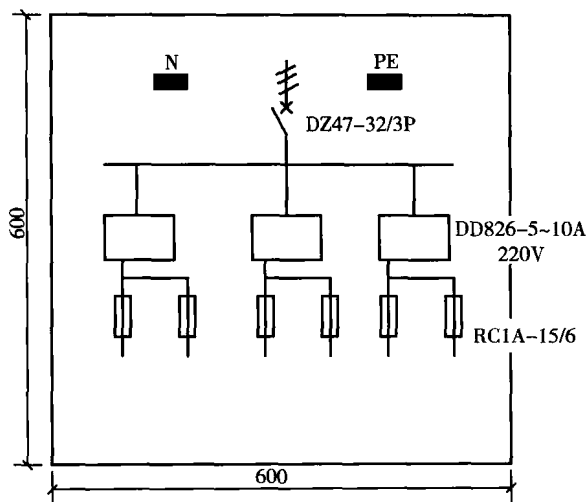
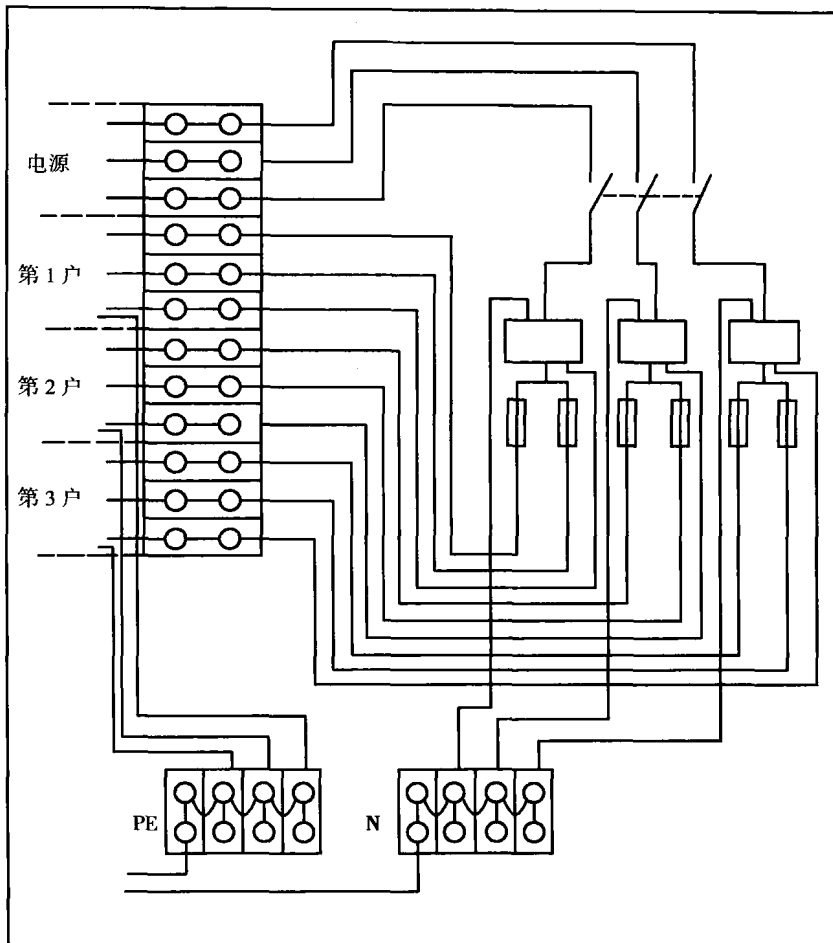

图 1-4 配电箱内电气主结线系统图
图 1-5 木制配电盘内接线示意图
【例 6】 现需制作一台供一梯三户使用的嵌墙式木板照明配电箱, 设木板厚均为 10mm, 电气主结线系统如图 1-4 所示, 每户两个供电回路, 即照明回路与插座回路, 楼梯照明由单元配电箱供电, 本照明配电箱不予考虑, 试计算工程量并查取定额编号及清单。
【解】 根据图 1-4 计算, 其工程量及定额编号为:
(2) 单相交流电度表(DD826-5~10A, 220V) 安装, 3 个, 定额编号为 2-307。
(3) 瓷插式熔断器(RC1A-15/6) 安装, 6 个, 定额编号为 2-283。
(4) 木配电板(600mm×600mm×10mm) 制作, 半周长为 1.2m, 面积为  $0.6 \times 0.6\text{m}^2 = 0.36\text{m}^2$ , 定额编号为 2-372。
(5) 木配电板包铁皮, 应按配电板尺寸, 各边再加大 20mm, 即 640mm×640mm, 则包铁皮使用面积为  $0.64 \times 0.64\text{m}^2 = 0.410\text{m}^2$ , 定额编号为 2-375。
(6) 木配电板安装, 半周长为 1.2m, 1 块, 定额编号为 2-376。
(7) 墙洞(即嵌墙式) 木配电箱制作, 应按木配电板尺寸, 各边长再加 20mm。木板厚度为 10mm, 配电箱外形尺寸为 620mm×620mm×10mm(宽×高×深), 半周长  $0.62 \times 2\text{m} = 1.24\text{m}$ , 1 套, 定额编号为 2-371。
(8) 盘内配线: 可将配电箱主结线系统图 1-4 绘成配电盘内接线示意图(如图 1-5 所示), 以分析计算盘内配线回路数, 即
(9) 端子板安装以 10 个头为 1 组, 由图 1-5 可知, 端子板共需 20 个头, 则工程量为 2 组, 定额编号为 2-326。